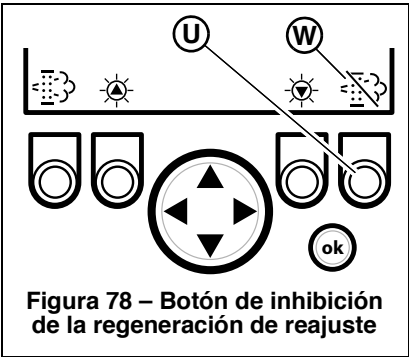

Figura 78 – Botón de inhibición de la regeneración de reajuste
Para inhibir temporalmente la regeneración de reajuste, presione el botón (U, Figura 78) hasta que la raya del símbolo de regeneración de reajuste (W) aparezca en rojo.
Nota: La pantalla de solicitud de regeneración estacionaria puede cancelarse temporalmente si se pulsa el botón de inhibición de la regeneración de reajuste (U, Figura 78) durante 3 segundos hasta que aparezca la pantalla anterior. La pantalla de solicitud de regeneración estacionaria volverá a aparecer un minuto después de cancelarse siempre y cuando la solicitud siga activa.